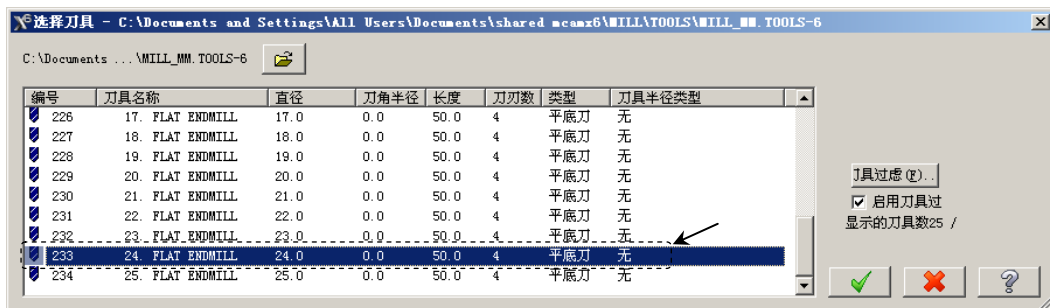

图 9.7 “选择刀具”对话框
Step5. 选择刀具。在“曲面粗加工挖槽”对话框中单击 按钮，系统弹出“选择刀具”对话框，在该对话框的列表框中选择图 9.7 所示的刀具。单击 按钮，关闭“选择刀具”对话框，系统返回至“曲面粗加工挖槽”对话框。